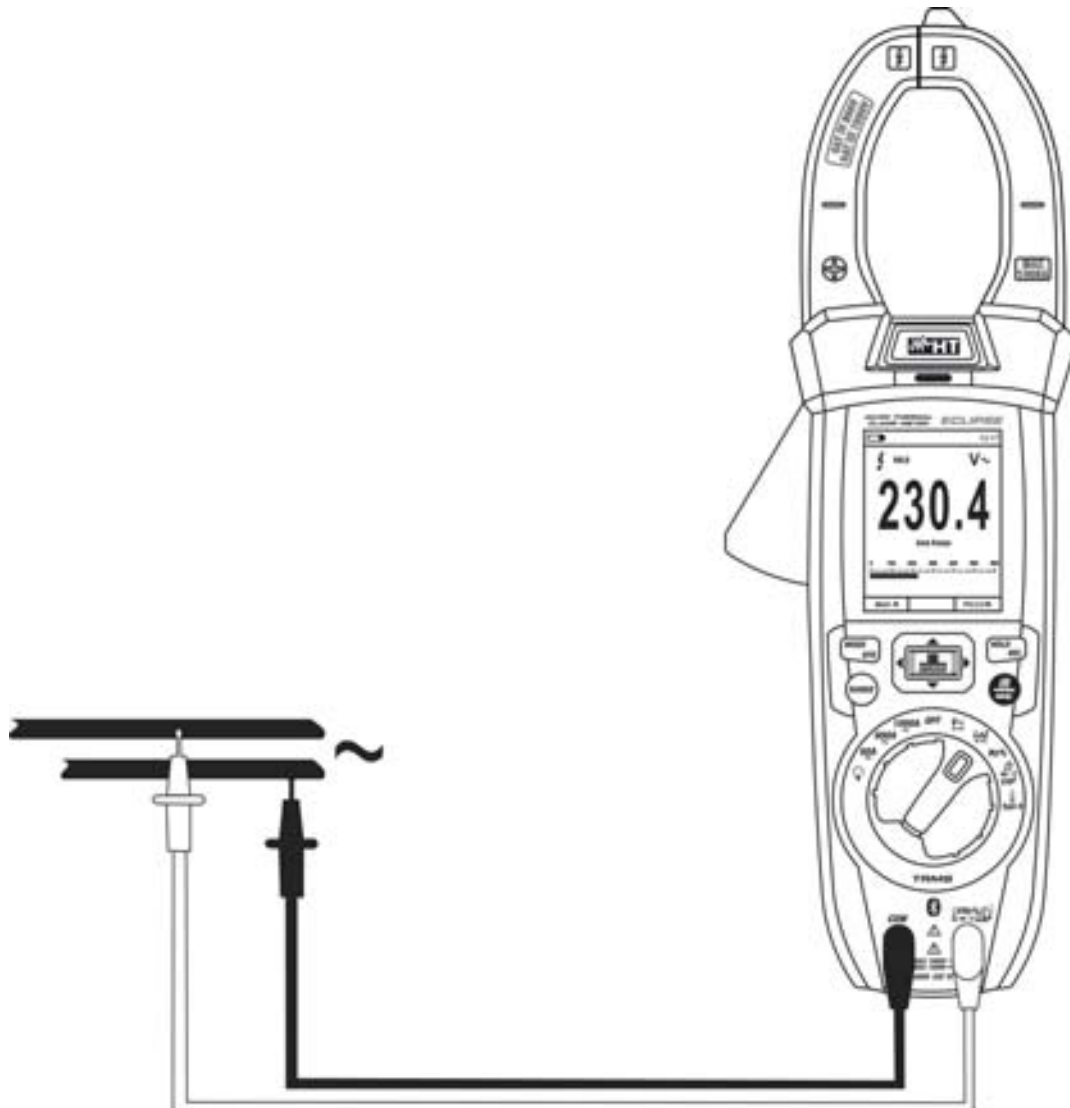

Fig. 25: Utilisation de l'instrument pour la mesure de la Tension LoZCA, LoZCA+CC
4. Positionner l'embout rouge et l'embout noir dans les points du circuit sous test (voir la Fig. 25). La valeur de la tension apparaît à l'écran